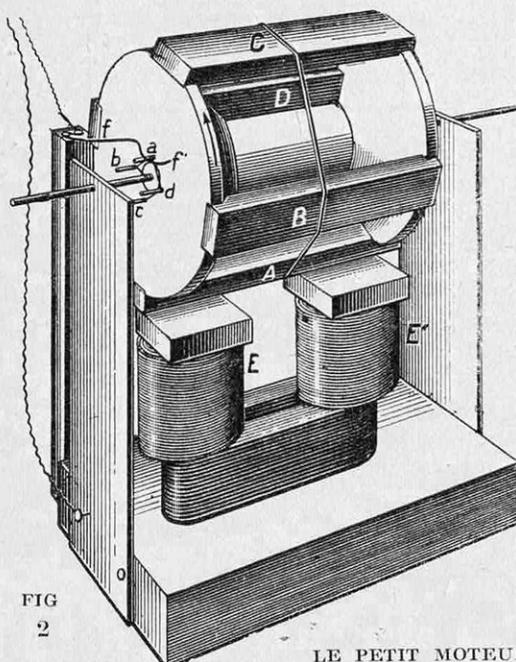

FIG 2
Voici maintenant un moteur rotatif (fig. 2) ; ici, plus de pièce animée d'un mouvement de va-et-vient ; la seule pièce mobile, qui a la forme générale d'un cylindre, tourne avec un axe qu'elle entraîne et qui porte la poulie. Comme dans le moteur précédent, la partie active de l'appareil consiste en un électro-aimant $E E'$; au-dessus, on voit une bobine en bois à la périphérie de laquelle sont légèrement encastrées, puis ficelées au moyen d'un fil de laiton quatre pièces rectangulaires en fer (1) ; au milieu du trou se trouve, scellée au plâtre, une aiguille à tricoter qui servira d'axe à l'appareil et au bout de laquelle on peut fixer une